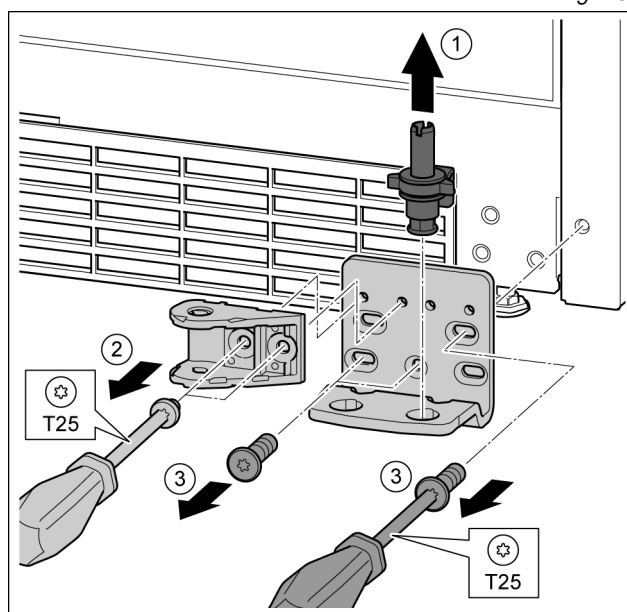

Fig. 29
- ▶ Lagerbouten compleet vanaf de bovenkant eruit trekken. Fig. 29 (1)
- ▶ Schroeven met schroevendraaier T25 eruit draaien en de sluitdemperverbinding eraf halen. Fig. 29 (2) \*
- ▶ Schroeven met schroevendraaier T25 eruit draaien en lagerbus eraf halen. Fig. 29 (3)